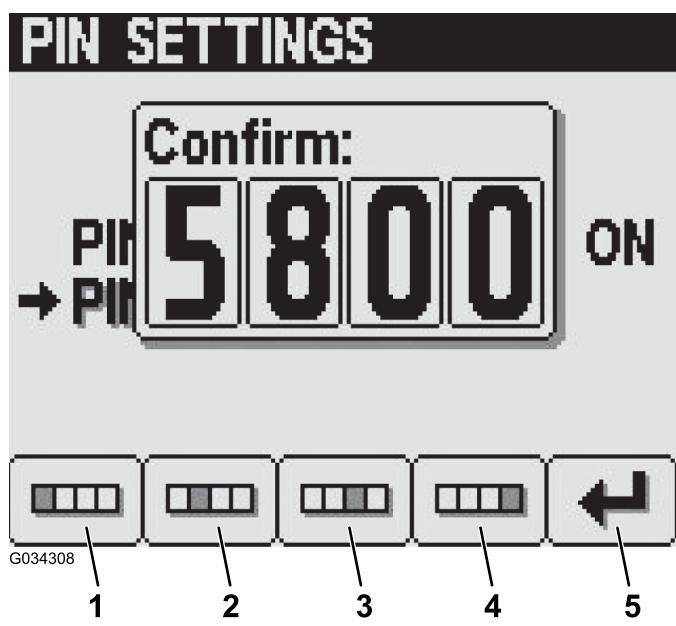

Figura 20
- Confirme o novo PIN utilizando os botões 1 a 4 e prima o botão 5 quando terminar o PIN (Figura 20).
**Nota:** Depois de confirmar as definições do PIN (Figura 20), surge um ecrã de PIN corrigido durante aproximadamente 5 segundos.